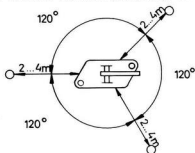

Fig 24: Aufstellen des Mastfusses
- Der Winkel zwischen den Heringen beträgt etwa 120° (Fig 24)